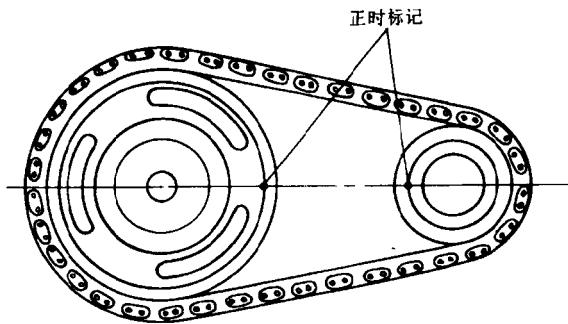

图2 两链轮正时标记
② 转动曲轴直到曲轴链轮上的正时标记(O)与凸轮轴链上的正时标记(A)相接近，并在两链轮的连心线上(见图 2)。